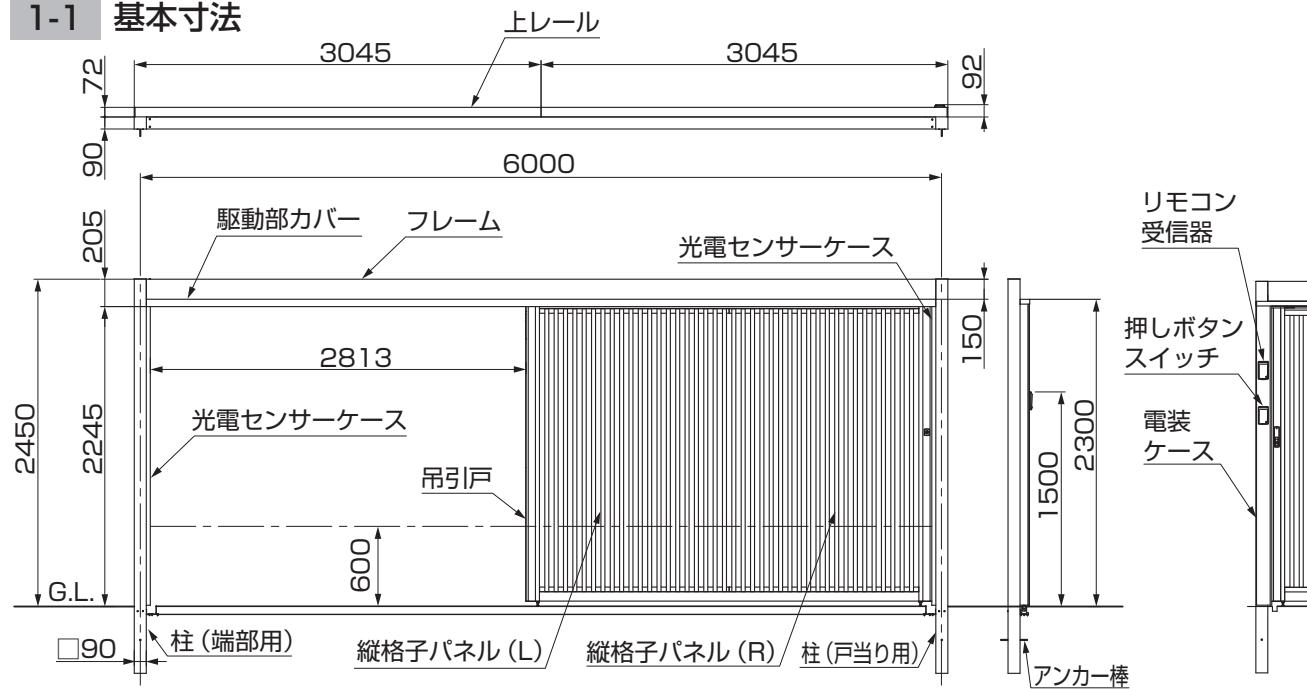

図1-1 吊引戸 閉状態
①柱の下側にアンカー棒を差し込んでください。(図1-1参照)
②柱補強材(電動用)を柱の上側からアンカー棒にあたるまで挿入してください。(図1-1参照)
③柱の道路側から柱補強材(電動用)を【5-1】で取付けてください。(図1-1参照)